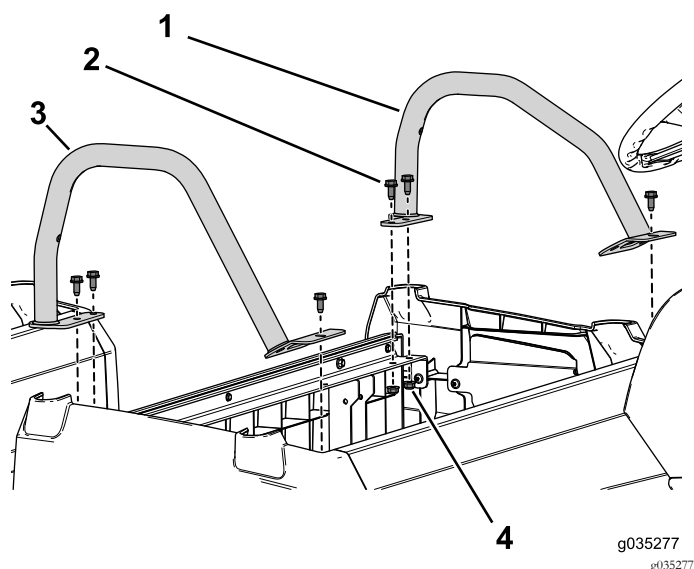

Figura 97
7. Utilize os seis parafusos flangeados (3/16 x 3/4 pol.) e porcas flangeadas para prender os suportes para as ancas esquerdo e direito à base do banco (Figura 97).